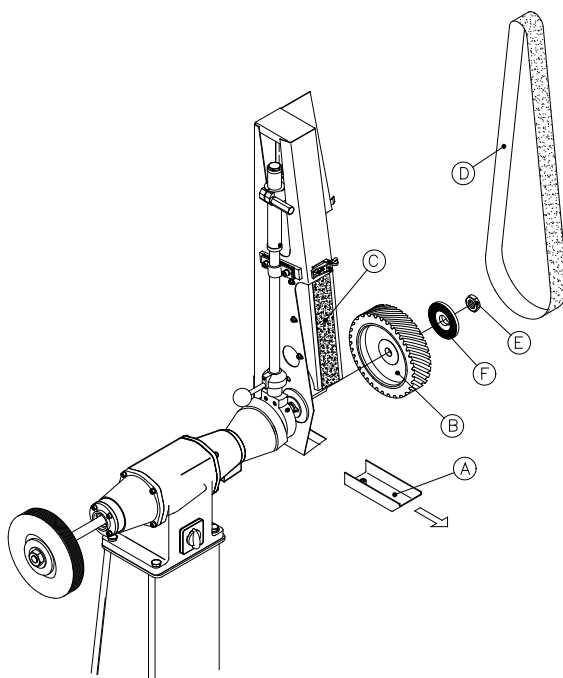

Fig.: 3.3
Tøm jævnligt gnistboksen (A) (se fig.: 3.3) for at forhindre varme gnister i at ødelægge eller deformere slibebånd og kontaktskive. Hvis maskinen er udstyret med VFCB-udsugning kontrolleres det, om sugekanalerne skal renses. Støvposen tømmes eller skiftes efter behov. Kontaktskiven (B) bør skiftes, hvis kanterne er blevet for afrundede, eller banen er defekt. Udskift slibeunderlaget (C) på planslibebordet efter behov.